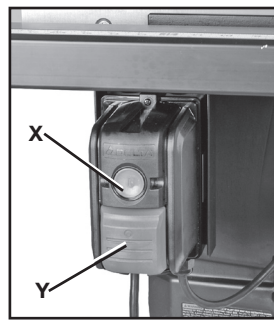

FIG. 19
1. El **INTERRUPTOR** de energía (X), Fig. 19, está ubicado debajo de la base de extensión izquierda frontal. Para encender ("ON") la sierra, presiente el botón redondo (X), Fig. 19.
2. Para apagarla ("OFF"), presione el botón (Y), Fig. 19.